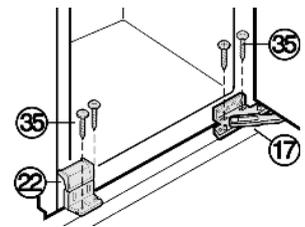

Fig. 34
- ▶ Fixer l'appareil par le bas: Visser l'appareil en le fixant avec la charnière Fig. 34 (17).
- ▶ Visser la cornière rabattable Fig. 34 (22) au plancher du meuble avec des vis Fig. 34 (35).
- ▶ Rabattre le cache de la cornière rabattable Fig. 34 (22).